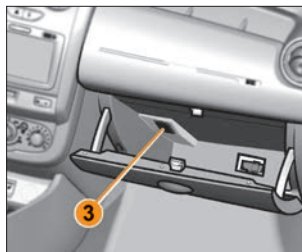

Рис. 4.5.3. Плафон освещения вещевого ящика (в варианном исполнении)
*В варианном исполнении* вещевого ящик освещается плафоном **3** (рис. 4.5.3).